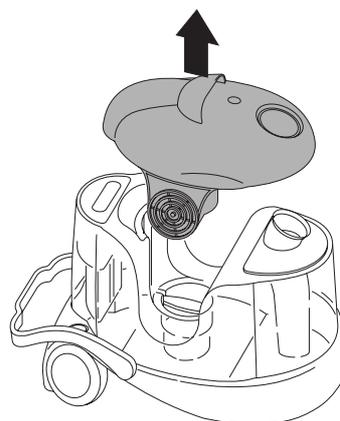

fig. 2
- Rimuovere la testata motore **C** (fig. 2).